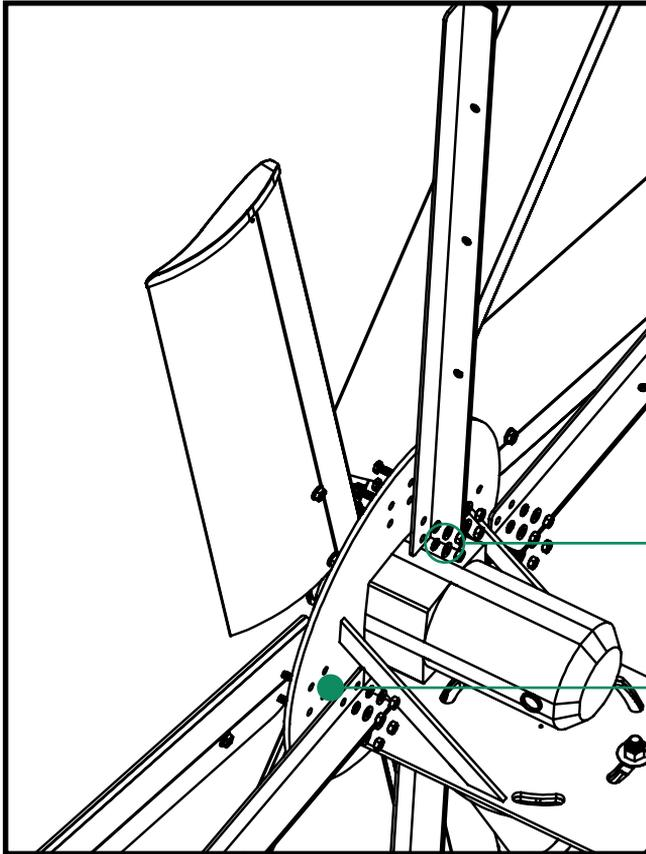

Fig. 9.1
**9.1** Coloque el juego de 8 ángulos de aluminio que forman la estructura de la malla de protección trasera (Fig. 9.1) en el plato circular de la unidad de poder, usando los tornillos (02TOR03) kit #3 apriételos de forma moderada.